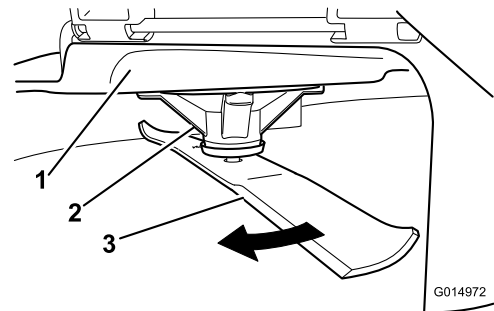

**Bild 57**
2. Tragen Sie dicke Handschuhe oder andere angemessene Handschuhe und drehen Sie das Messer langsam in eine Stellung, in der das Messen des Abstands zwischen der Schnittkante und der ebenen Fläche der Maschine möglich ist (**Bild 57**).